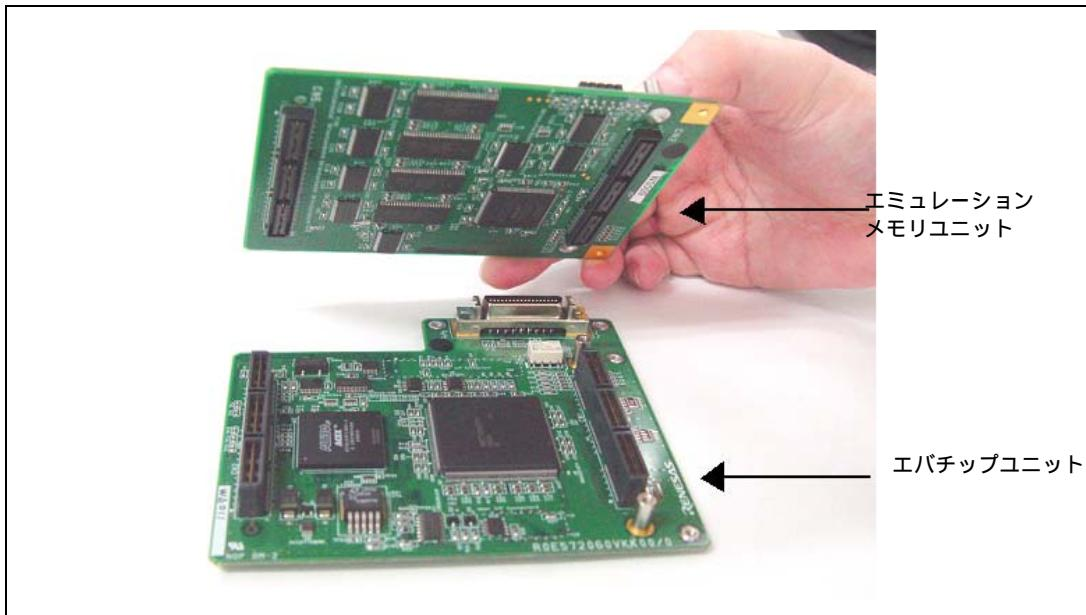

図 2.6 エミュレーションメモリユニットとエバチップユニットの接続方法
- エミュレーションメモリユニットとエバチップユニットを組み合わせてご使用になる場合には、図 2.6 のようにエミュレーションメモリユニットとエバチップユニットを接続してください。